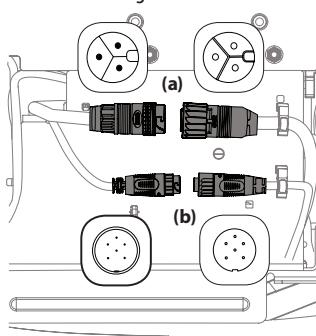
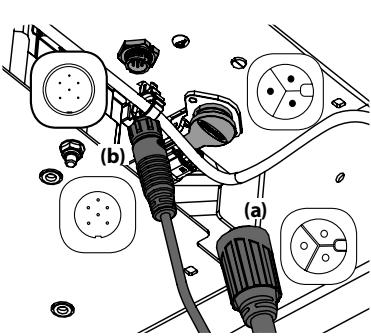

Figure 19
Figure 20
NOTE : Votre appareil peut avoir l'une des deux configurations différentes de connecteur de moteur de plateau de coupe. Si les connecteurs sont placés à l'horizontale, voir la Figure 19. Si les connecteurs sont placés à la verticale, voir la Figure 20.
- Rebranchez les moteurs du plateau de coupe sous l'appareil. Branchez toujours en premier le plus grand connecteur et ensuite le plus petit. Voir Figure 19.